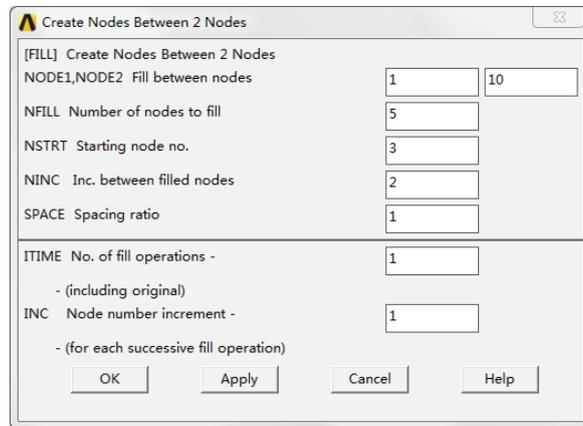
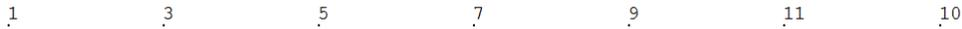

图 5-68 两节点间创建节点对话框
图 5-69 由节点确定的曲率中心上创建节点对话框
5) **【Fill between Nds】**：在选中的两个节点之间创建线性分布的一系列编号连续的节点，单击该子菜单，弹出如图 5-68 所示的对话框。
按图 5-68 所示方法填充的节点如图 5-69 所示。